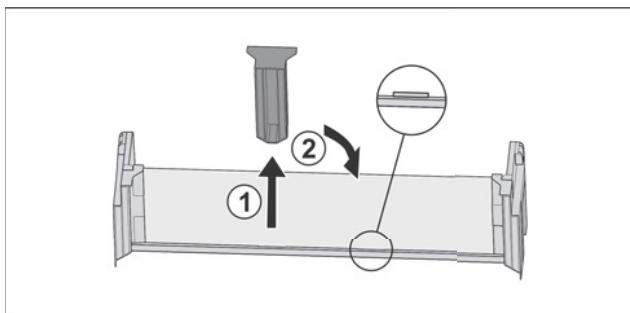

Fig. 18
- Снимите среднюю поддерживающую деталь *Fig. 18* (1).
- Вставьте среднюю поддерживающую деталь во вторую позицию *Fig. 18* (2).